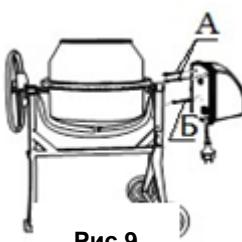

Рис.9
8. Установка блока двигателя (рис.9).
8.2. Закрепите блок с рамой двумя болтами M8x25 (A; рис.9) и одним M8X50 (Б; рис.9) с шайбами из крепежного комплекта №7.